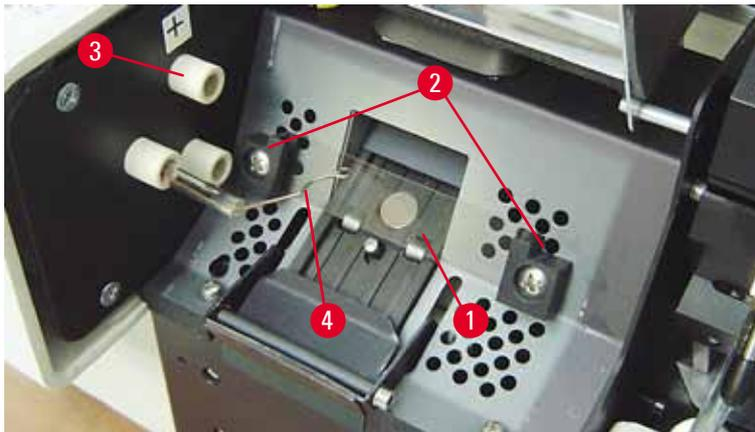

Fig. 17
5. Veiller à ce que le ressort de contact (→ "Fig. 16-2") se détache du fil d'amorce (→ "Fig. 17-4") de la lampe (voir également (→ "Fig. 17") et (→ "Fig. 18-1")).